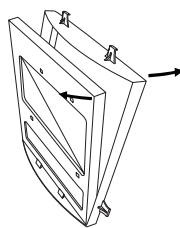

Рис.6
3. Установка нового картриджа (см. рис. 6)